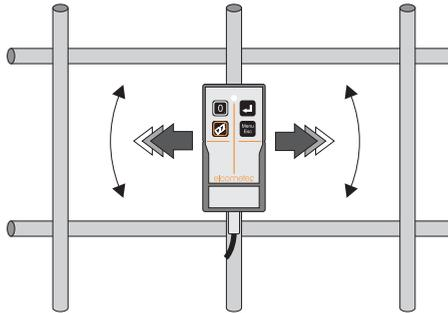

Abb. 12. Die Ausrichtung eines Stabes bestimmen
2. Halten Sie die Sonde über den Stab. Verschieben Sie die Sonde nach rechts und links und drehen Sie die Sonde im und gegen den Uhrzeigersinn, bis das Signal am stärksten ist (Abb. 12).